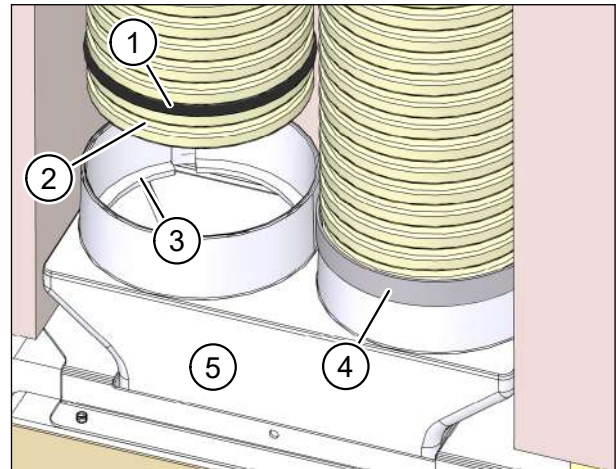

Abb. 56: Flexrohrverbindung mit Dichtband fixieren
- ▶ Setzen Sie Dichtringe (Pos. 1 in Abb. 56) in die zweite Rille am Flexrohr ein. Diese sind als Zubehör M-WRG-FR-DR75 (Art.-Nr. 200023) erhältlich.
- ▶ Setzen Sie die Flexrohre in die Öffnungen des Flexrohranschlusses ein. Stellen Sie sicher, dass die erste Rille am Flexrohr (Pos. 2 in Abb. 56) im Rastring (Pos. 3 in Abb. 56) des Flexrohranschlusses einrastet.
- ▶ Empfehlung: Dichten Sie die Verbindungsstelle mit einer Lage Dichtband von 30 mm Breite ab (Pos. 4 in Abb. 56).
- ▶ Setzen Sie den Flexrohranschluss (Pos. 5 in Abb. 56) in die Öffnung am Mauerkasten ein.